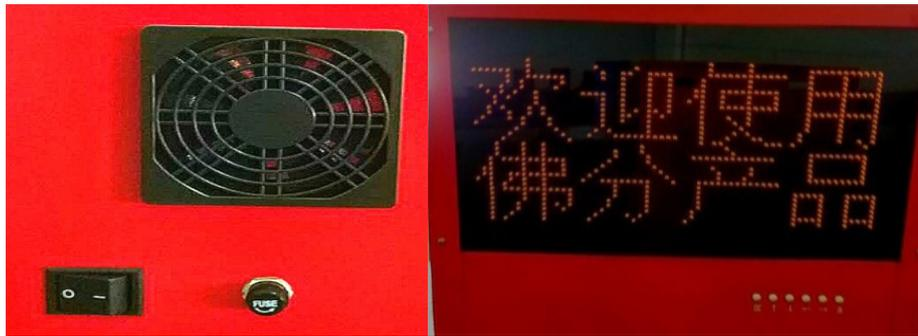

图 4.1
(1)、见图 4.1：接通显示仪表的电源开关，此时显示仪表的界面从欢迎界面进入测量界面，待显示仪表数值稳定后（约 5 秒）再按“ESC”键复位一次（测量前最好让显示仪表通电预热 30min，以保证测量数据的准确性，每次下班之前应将显示仪表电源关掉）。